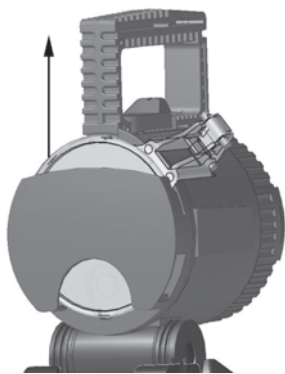

fig: 1 Dépose du disque du support
1. La tête de lampe (fig. 1)
L'interrupteur rotatif (fig. 1, pos. 1) disposé sur la poignée possède 5 positions de commutation.
Une indication à diodes lumineuses de l'état de charge et de la capacité est disposée sur le côté de la poignée (fig. 1, pos. 2). Une poche orientable pour les disques colorés est encliquetée au dos de la tête de lampe (fig. 1, pos. 3/5). En tournant cette poche pour disques, le cordon d'alimentation est accessible (fig. 1, pos. 4).
Trois disques (disques diffus) au maxi peuvent être logés dans la poche. La bague de serrage est dotée des cames élastiques (fig. 1, pos. 7) qui servent à recevoir un disque (Attention: Enfiler d'un côté seulement).
En tournant la bague de serrage env. 2 fois, la lumière diffusée peut être transformée en lumière ponctuelle (fig. 1, pos. 6). La tête de lampe est orientable d'env. 100° (fig. 1).
Pour cela, faites pivoter le pied d'appui du disque en direction de la poignée (figure 1) et puis extrayez-le par le haut.
2. Desserrer la vis à six pans creux (fig. 1, pos. 7) sur la partie inférieure de la tête de lampe.
3. Puis enlever la bague de serrage en la tournant à gauche (fig.1, pos. 8).
4. Sortir l'ampoule de la douille à baïonnette (ampoule phare: Presser-tourner à gauche-tirer) (fig.1, pos. 9) (veilleuse: Presser-tourner à droite-tirer) (fig.1, pos. 9).